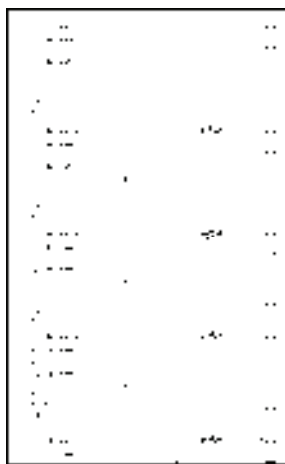

图 14-158 修改高度
6) 重复上述操作, 修改窗户的高度参数, 如图 14-158 所示。